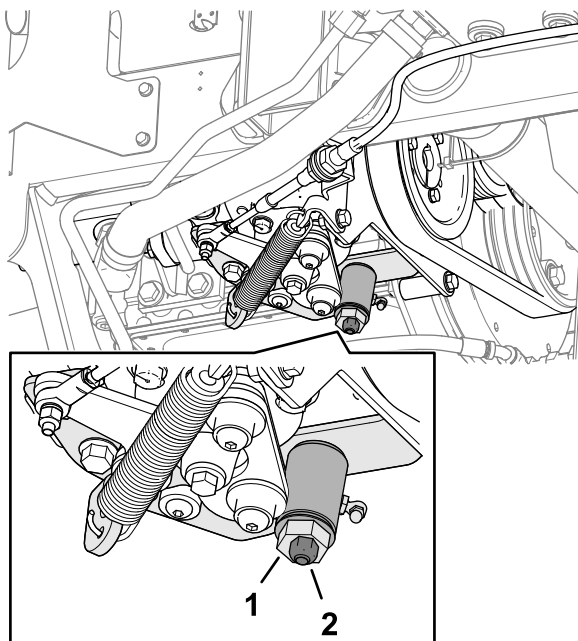

Figura 74
3. Afloje la contratuerca de la leva de ajuste de tracción (Figura 74).